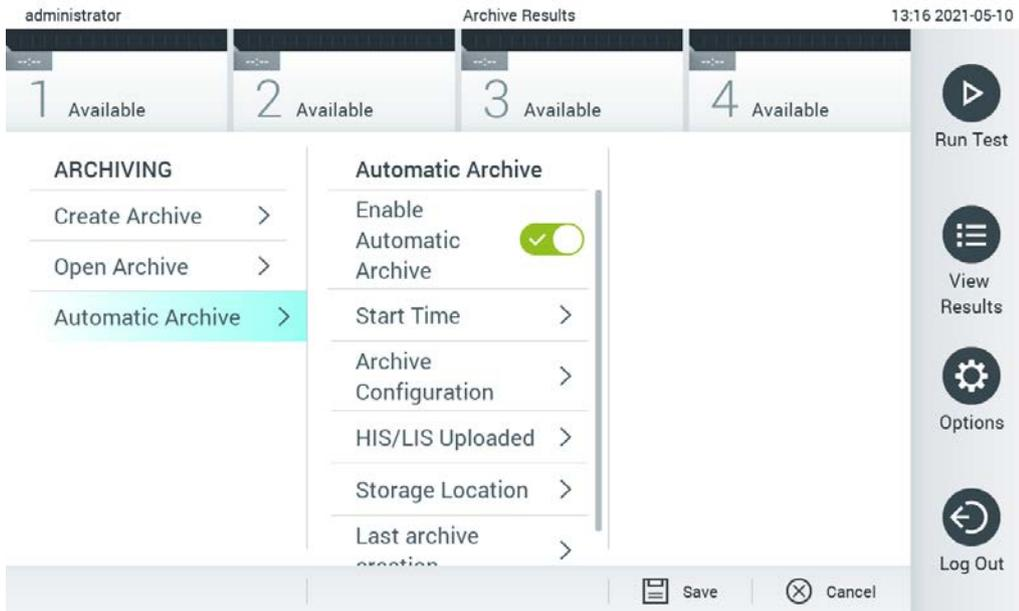

Figure 57. Options d'archivage automatique.
2. Appuyez sur **Automatic Archive** (Archive automatique) et activez la fonction (Figure 57, page suivante).